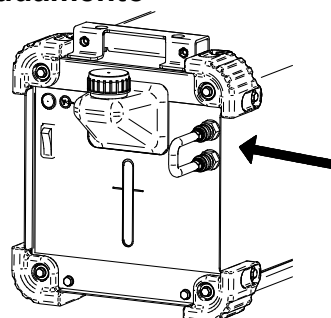

Figura 6.
- Collegare il tubo flessibile tramite il connettore rapido (aggiunto al gruppo) ai raccordi di ingresso e di uscita del gruppo di raffreddamento (Figura 6).